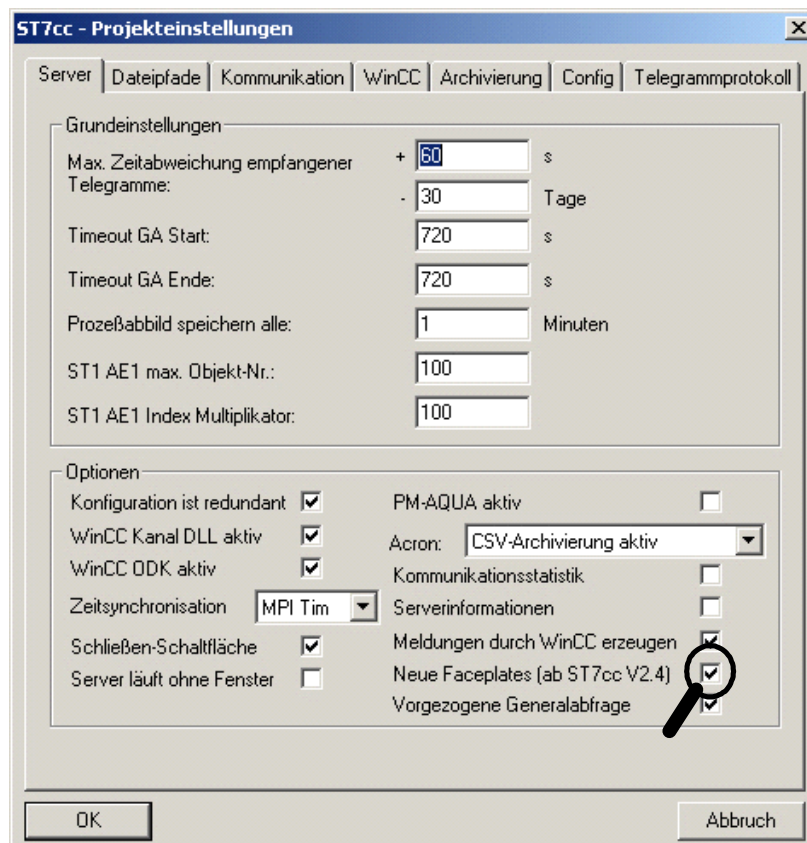

Bild 4-23 Aktivieren der Verwendung der Bildfaceplates der Version V 2.4 oder höher (kein Häkchen = deaktiviert)
Deaktivieren Sie hierzu im Dialog *ST7cc-Projekteinstellungen* im Register *Server* das Optionskästchen *Neue Faceplates (ab ST7cc V2.4)* (siehe Bild 4-23). Die neue ST7cc-Version ab V2.4.x arbeitet dann mit den alten Systemtypicals.
Wenn Sie ein neues WinCC-Projekt mit ST7cc ab Version V2.4 beginnen, werden Sie in der Regel auch die mit ausgelieferten Systemtypicals, Bildtypicals und Faceplates der aktuellen ST7cc-Version verwenden. Aktivieren Sie hierzu im Dialog *ST7cc-Projekteinstellungen* im Register *Server* das Optionskästchen *Neue Faceplates (ab ST7cc V2.4)* (siehe Bild 4-23).
2. Aktivieren Sie im Dialog *ST7cc-Projekteinstellungen* im Register *Server* das Kontrollkästchen *Neue Faceplates (ab ST7cc V2.4)* (siehe Bild 4-23)